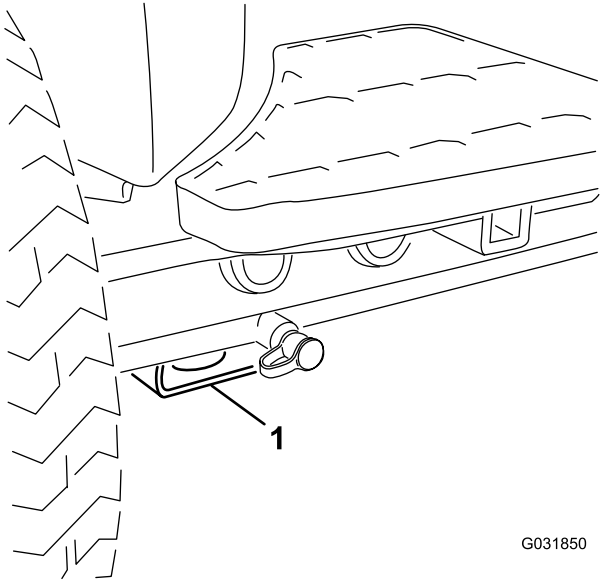

図 45
- 機体の前側各前輪の内側のアクスルチューブの下にある四角いパッド 図 45。